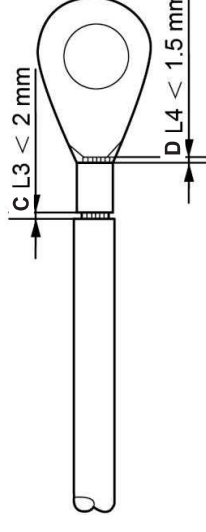

Figura 3.18 Desencapar fio
- 4) Insira o fio desencapado na área de crimpagem do terminal OT e use a braçadeira hidráulica para crimpar o terminal ao fio (consulte a Figura 3.18).